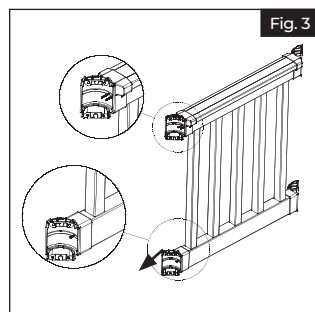
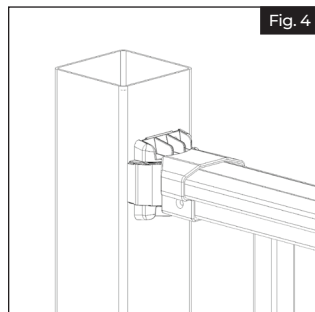
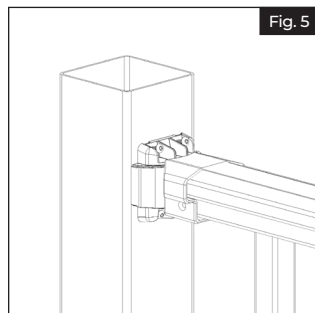

Fig. 3
Fig. 4
Fig. 5
- Alinee la barandilla superior con la barandilla inferior y corte ambas barandillas con un gramil de inglete, una segueta o una sierra de corte (se recomienda una cuchilla con punta de carburo con 60 dientes o más) (Fig 3).
- NO quite el papel antiadherente de TODA LA TIRA. Retire SOLO 1 pulgada del papel antiadherente de cada extremo de la tira de espuma para exponer el adhesivo (Fig 4).**
- Presione las tiras de espuma sobre los rieles (Fig 5).
- c. Coloque la sección de barandillas de la escalera ensamblada junto a los postes de la escalera montados (Fig 3). Mida la distancia desde el primer y el último balaustre hasta los postes superior e inferior y asegúrese de que la distancia sea la misma a ambos lados de la sección de barandillas de la escalera (Fig 4). Engrampe en el lugar (Fig 5).
Corte la barandilla según el largo deseado. Coloque el soporte en cada extremo de los rieles superior e inferior (Fig 3).
Marque cuatro ubicaciones para los orificios de colocación de los tornillos en cada soporte. Aparte la sección de barandillas y, luego, taladre previamente orificios con un diámetro de  $\frac{1}{8}$ " en los postes en cada marca (Fig 4).
Sujete cada soporte de la barandilla superior con cuatro tornillos de 2" n.º 10 (Fig 5). Sujete cada soporte de la barandilla inferior con cuatro tornillos de 1½" n.º 10.